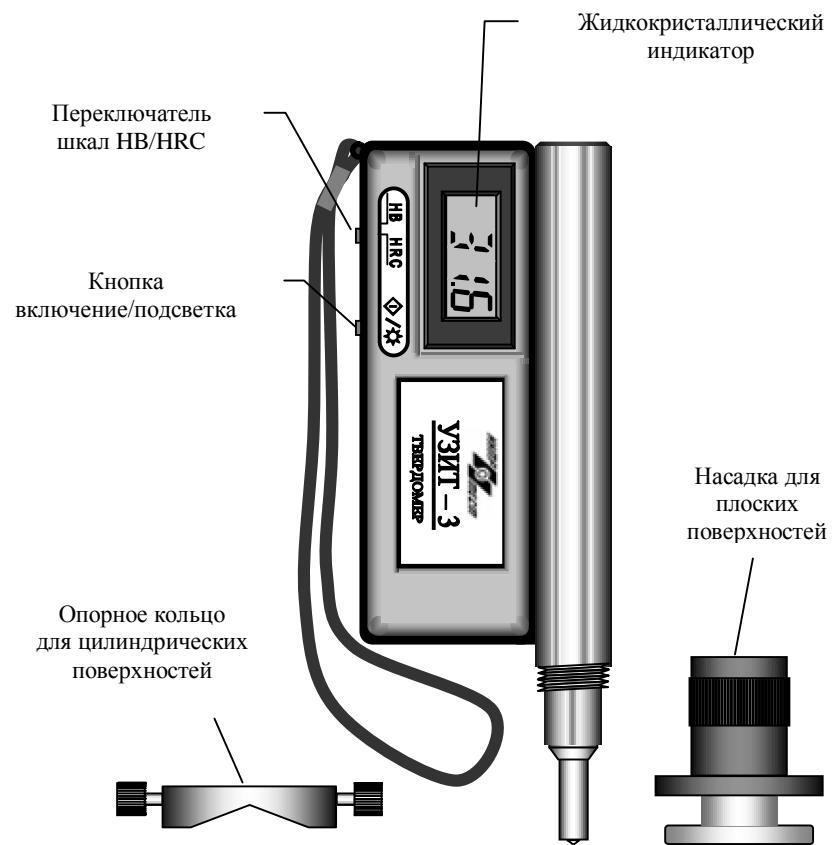

Рис. 1
1.4.1. Конструктивно прибор состоит из электронного блока, помещенного в металлический корпус, и датчика цилиндрической формы, соединенных между собой неразъемно, без кабеля связи, что существенно повышает надежность и удобство работы с прибором (рис. 1).
1.4.2. На верхней панели корпуса прибора расположен жидкокристаллический индикатор. Кнопка включения "◊/★" (она же выполняет функцию подсветки) и переключатель диапазонов измерения "НВ/НРС" расположены на боковой (торцевой) поверхности корпуса (рис. 1).